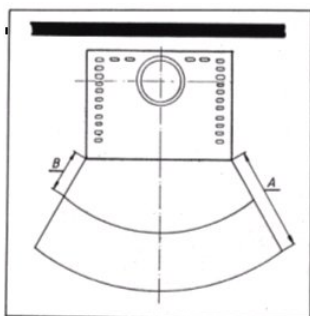

Fig. 8
Per gli elementi costruttivi, i mobili e i tessuti di arredamento in infiammabili situati nella zona di irraggiamento della stufa è necessario rispettare una distanza minima di **80 cm** (A), misurati dal bordo anteriore dell'apertura del focolare. La distanza di sicurezza si riduce ai **40 cm** (B) qualora di fronte all'elemento sia installata una protezione areata (v. fig. 8).